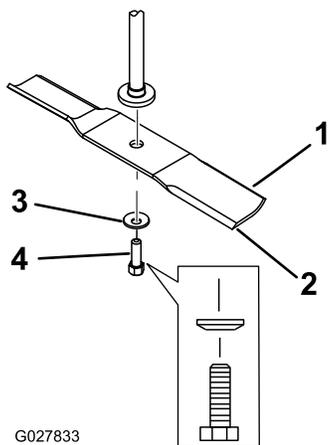

Figura 49
2. Retire del eje el perno de la cuchilla, la arandela curva y la cuchilla (Figura 49).
- Instale la cuchilla en el eje (Figura 49).
- Instale la arandela curva (con la copa hacia la cuchilla) y el perno de la cuchilla (Figura 49).